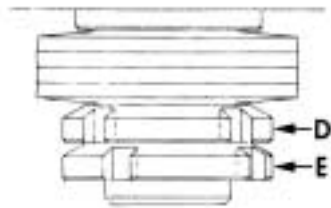

Fig.8
K-OUT - Contatto (NA), in funzionamento normale (Fig. 8) è operativo come impulso singolo, in funzionamento park (Fig. 9) abilita la chiusura dopo 1 secondo dall'avvenuto transito del veicolo.